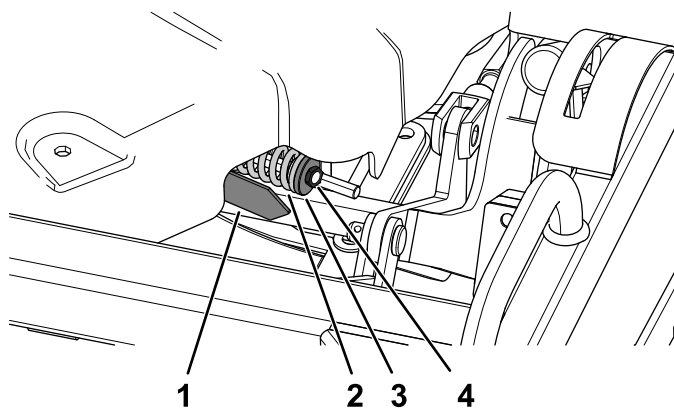

Figura 132
4. Allentate o serrate il controtradio, fino a quando la freccia dell'indicatore della tensione non si allinea con la superficie esterna della rondella (Figura 132).